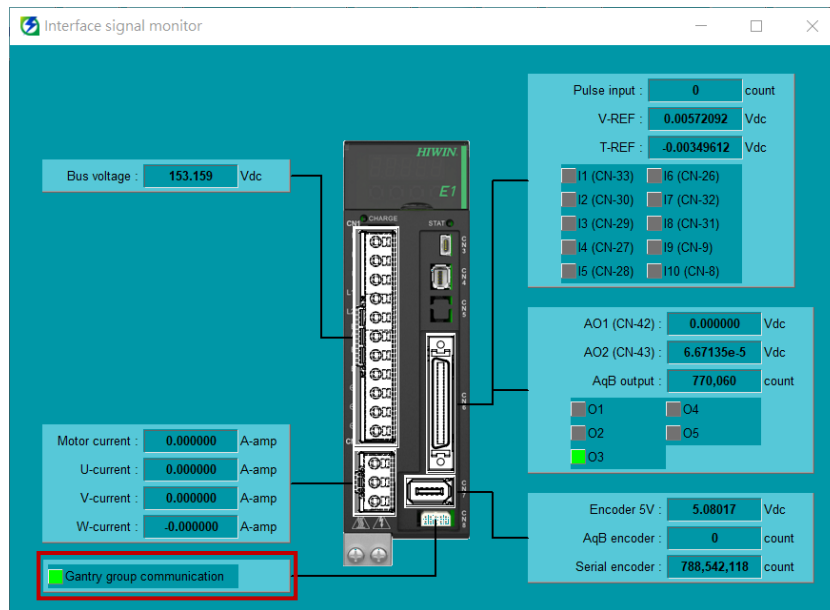

図 3.2.2
- II. 図 3.2.2 の赤枠に示すように、Thunder メインウィンドウでインターフェース信号監視ウィンドウを開き、マスター軸の通信が確立されていることを確認します。